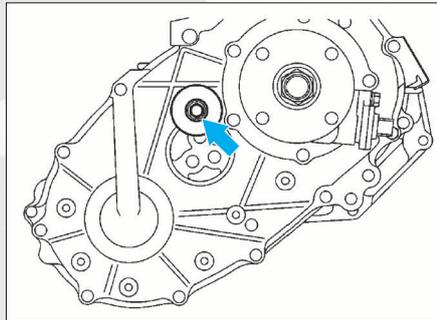

FIG. 4
- **Boîte de transfert VF4B**, déposer le poids d'amortisseur dynamique (fig. 4).